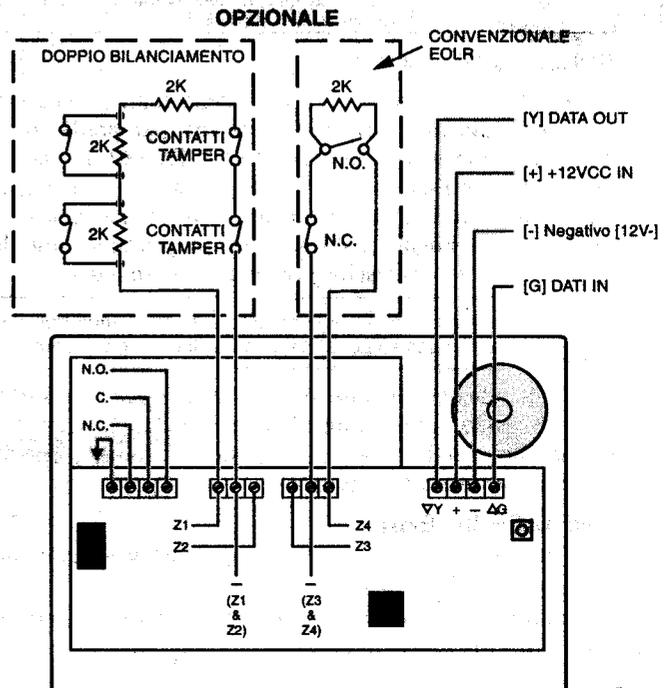

Figura 4. Cablaggio
- Connettere i fili di alimentazione e dati sui quattro terminali della tastiera, identificati come mostrato in Figura 4 e come segue:
- Se si usano le zone, collegare i fili per le 4 zone bilanciate 2K sulla morsettiera a 6 viti della tastiera come mostrato in Figura 4 e come segue
- Se si usa l'uscita relè collegare il dispositivo di uscita (Sblocco porta ecc) ai tre terminali del rel NC, NO e C come mostrato nella Figura 4 e come segue: